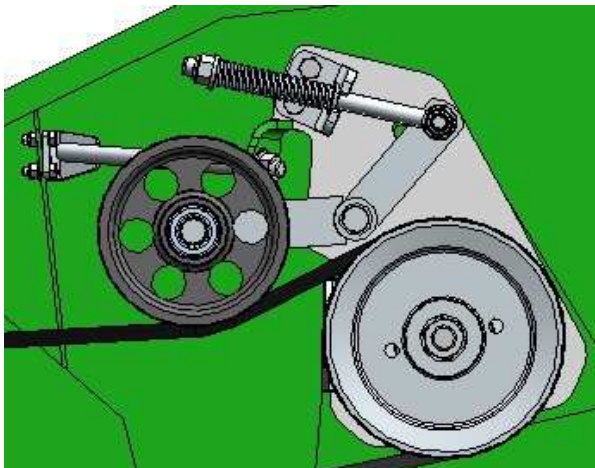

Abb. 23
- die Antriebswelle des Schneidwerks an die Stütze am Gehäuse des Riemensatzes befestigen (Abb. 23).